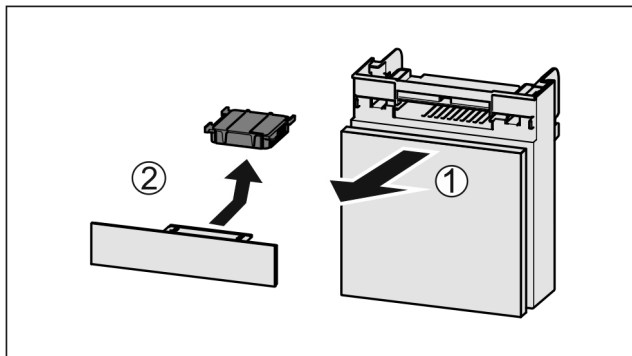

Fig. 245
- Zásuvku vytáhněte dopředu Fig. 245 (1).
- Filtr s aktivním uhlím vyjměte Fig. 245 (2).